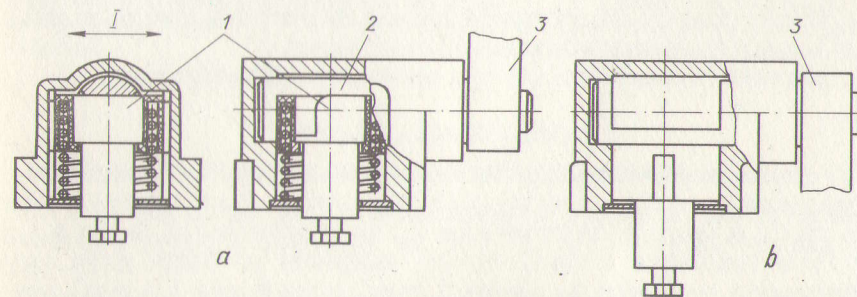

Рис. 4. Привод рычаг с роликом: 1 — толкатель; 2 — вал; 3 — рычаг; I — рабочий ход
3.3. У выключателей с приводом рычаг с роликом двустороннего действия (рис. 4, а) угол установки рычага может изменяться
потребителем. Конструкция выключателей позволяет производить переустановку ролика на вторую ступень и привода на селективный. Для перестройки привода на селективный с рабочим ходом влево или вправо необходимо повернуть рычаг на угол 180° (рис. 4,